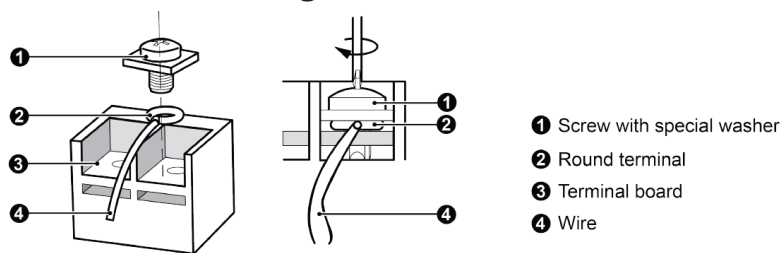

Fig. 7.2
- 4) Localisez le conduit de la borne ronde. Utilisez un tournevis pour remettre en place et serrer la vis de la borne. (Voir fig. 7.2)